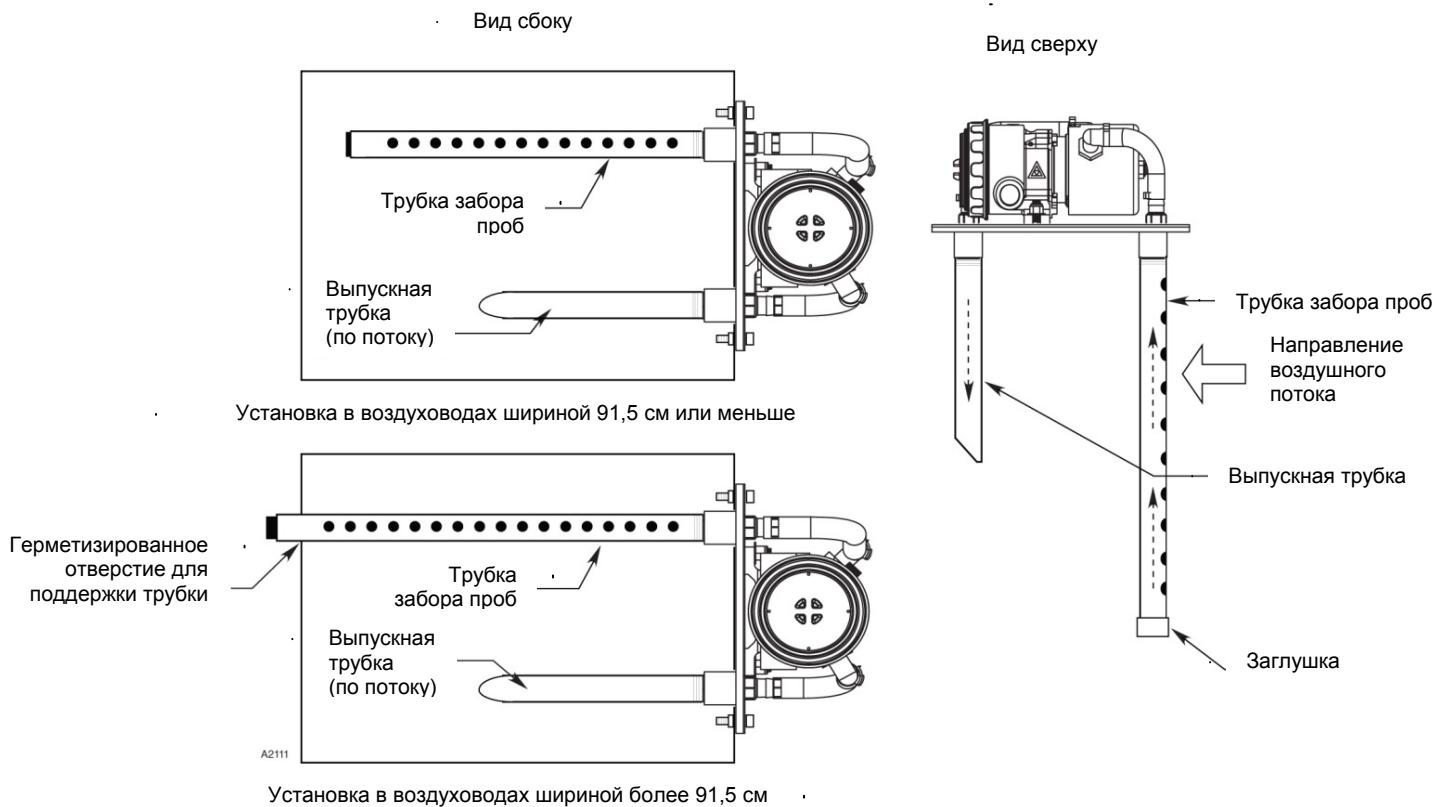

Рис. 4. Варианты установки трубок опробирования в воздуховодных магистралях.
3. Подсоедините выпускную трубку к газоанализатору, ввинтив её в переходную втулку на пластине и затянув таким образом, чтобы скошенный конец трубы был ориентирован по направлению воздушного потока. Отверстие трубы всегда должно быть направлено в противоположную сторону от отверстия забора свежего воздуха, как показано на рис. 4. Резьбовое соединение должно быть зафиксировано после окончательной затяжки.